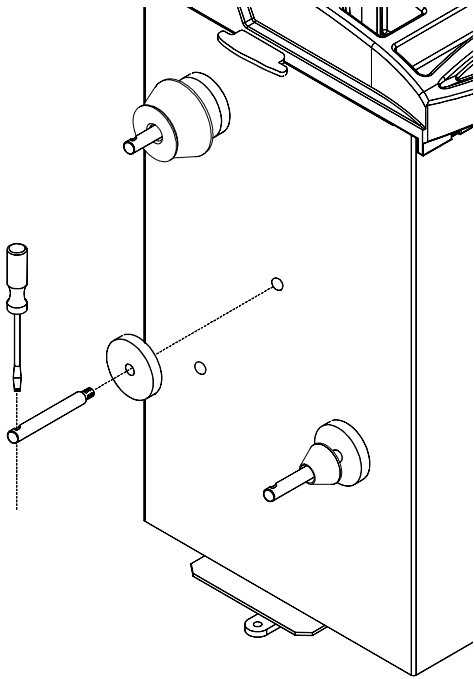

Figure 7
**B. Installer les broches (Figure 7). Serrer à fond.**